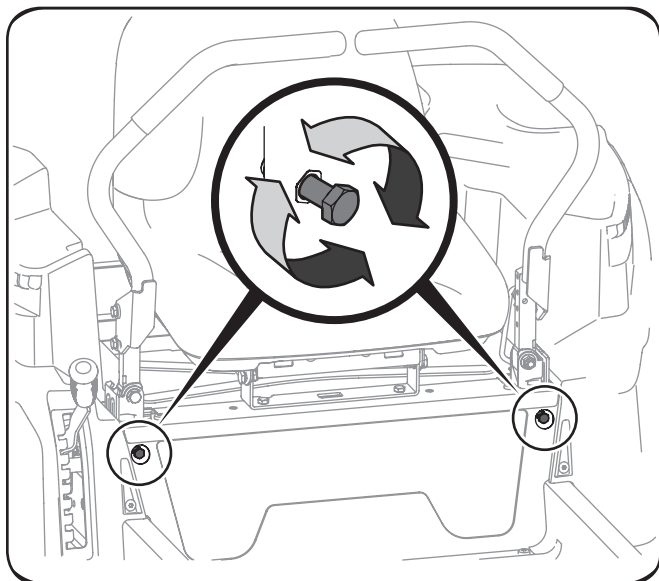

Figura 30
2. Localice los tornillos de ajuste de tope de la palanca de control de desplazamiento en la parte delantera del bastidor del asiento . Consulte la Figura 30.